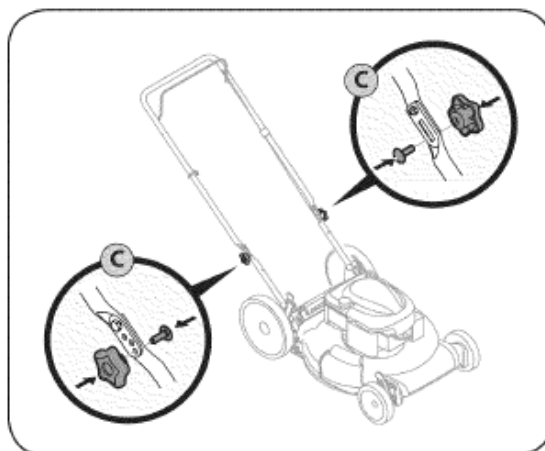

РИС. 5
- С. Заново установите ранее выкрученные барашковые гайки и болты с буртиком в нижние отверстия рукоятки, как показано на Рис. 5.